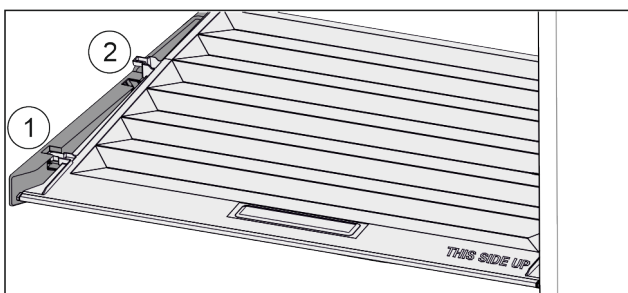

Fig. 43
- ▶ Издърпайте напред Fig. 43 (1) капака до отвора в задържащите части.
- ▶ Повдигнете го отзад отдолу и отстранете Fig. 43 (2) нагоре.